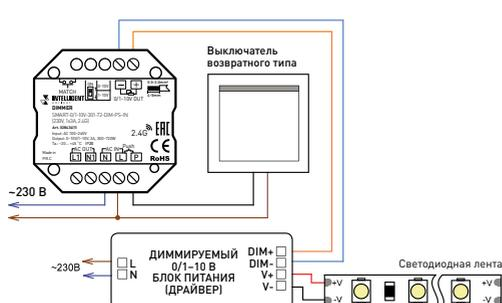

Рис. 1. Схема подключения диммера SMART-0/1-10V-301-72-DIM-PS-IN
- 3.2. Подключите диммер согласно схеме, как показано на рис. 1 или 2.